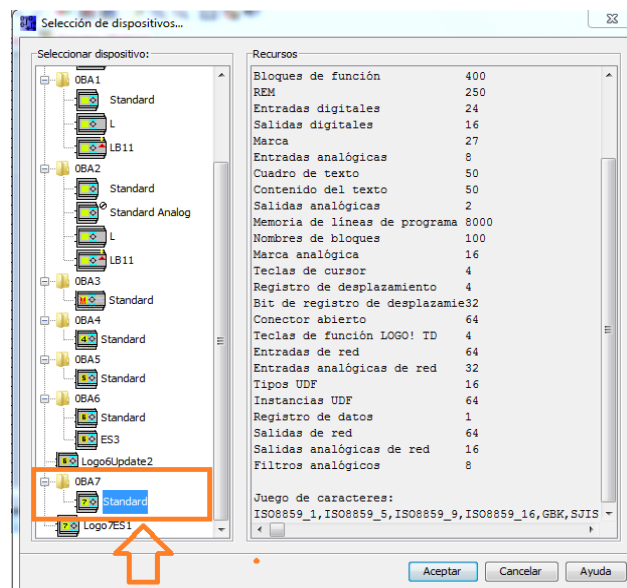

Figura 119: Dispositivo seleccionado.
4. A continuación en la ventana de dispositivos, Figura 119, seleccionar dispositivo a la pantalla Touch que en este caso es 0BA7 Standard y después dar un clic en aceptar.